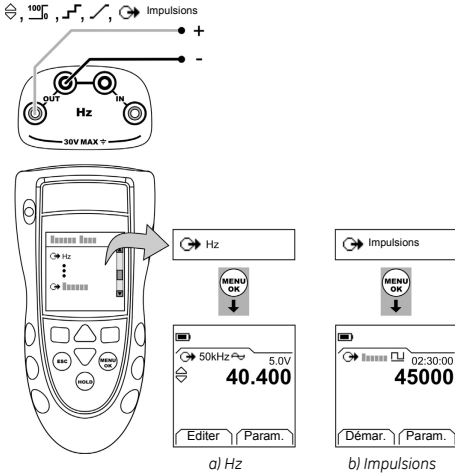

Figure 2 : Exemple de configuration - Alimentation en Hz ou en impulsions
1. Connecter l'instrument (Figure 2) et, si nécessaire, régler la *Configuration* (Tableau 1).